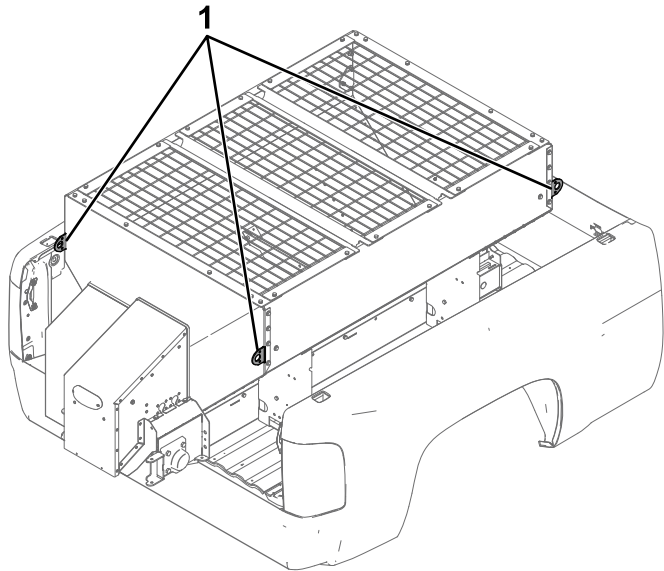

Figura 4
2. Usando los puntos de elevación (Figura 4), levante el esparcidor sobre la plataforma del vehículo y colóquelo en la línea central.